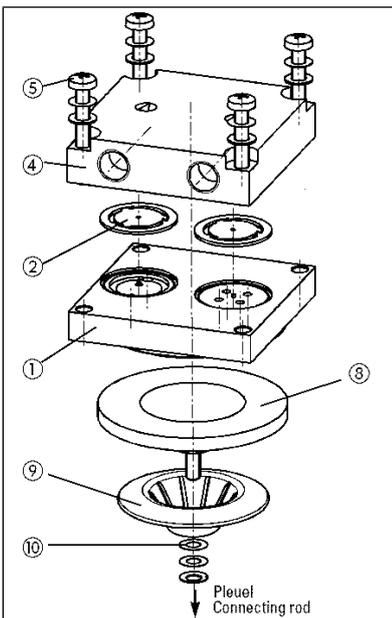

Abb.8 Strukturmembrane wechseln
4. Lösen Sie die vier Schrauben (Abb. 8/5).
5. Nehmen Sie den Kopfdeckel (Abb. 8/4) und die Zwischenplatte (Abb. 8/1) ab.